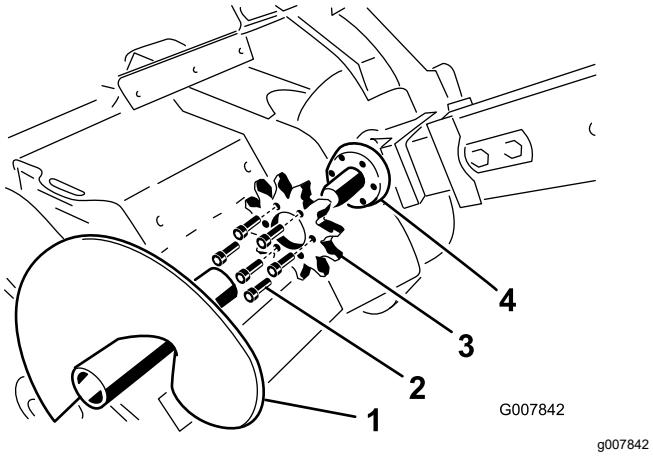

図 69
4. スポイルオーガを取り外す図 69。
9. 駆動スプロケットを固定しているボルト6本を取り外す図 69。
10. 駆動スプロケットを外して捨てる図 69。
11. トレンチャのスプロケット取り付け面をきれいにする図 69。
12. 新しいスプロケットを取り付ける図 69。
13. ボルト6本を取り付けて指締めする図 69。